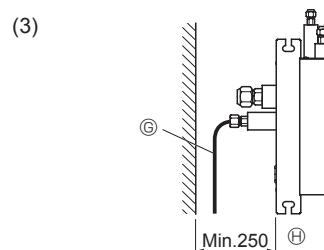

Fig. 4-8
#### (3) Vista superiore (Fig. 4-8)